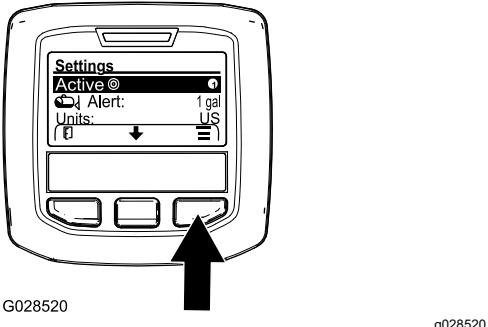

Bild 68
2. Drücken Sie die mittlere Auswahltaste, um die aktive Einstellung für die Dosierung zu markieren (Bild 68).
3. Drücken Sie die rechte Auswahltaste, um zwischen der Dosierung 1 und 2 zu wechseln (Bild 68).